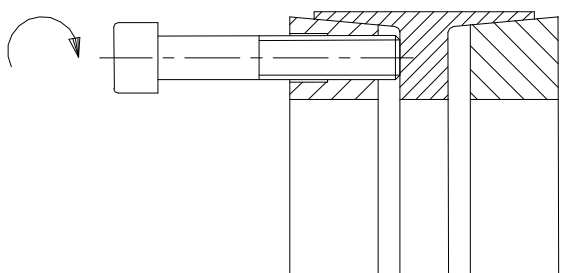

Bild 3: Fixieren des vorderen Druckringes
- Die Spannschrauben leicht lösen. Zur Erleichterung der Montage mittels 2 Spannschrauben den vorderen und hinteren Druckring über die jeweiligen Abdrückgewinde fixieren (siehe Bild 3 und 4). Spannsatz KTR 401 zwischen Welle und Nabe einsetzen.